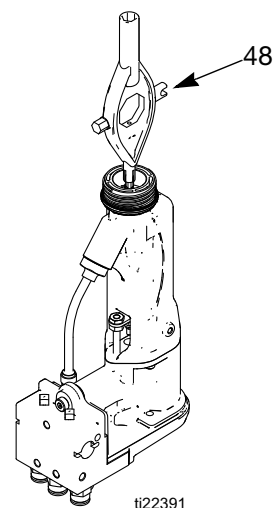

ABB. 19. Austausch der Elektrode
3. Die Elektrode (3) mit dem Multifunktionswerkzeug (48) abschrauben. ABB. 19.